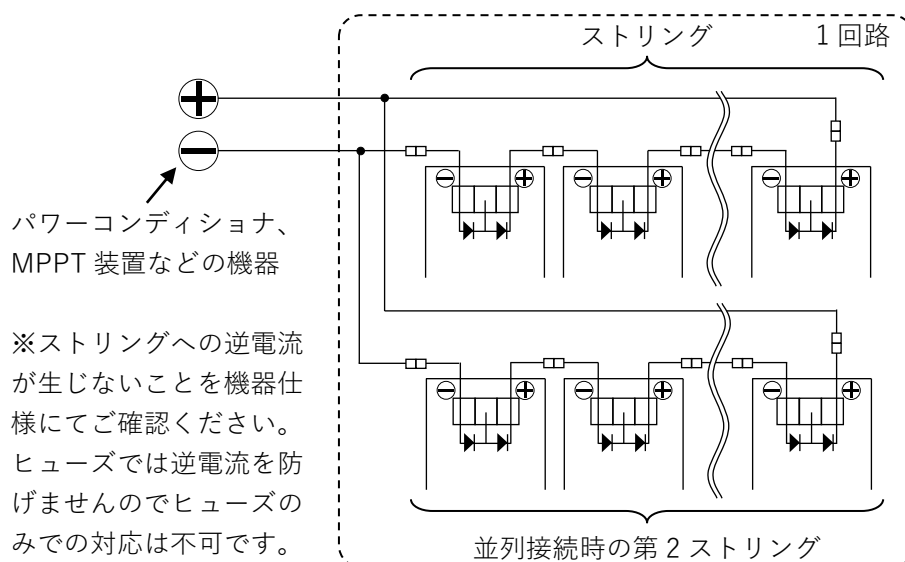

図 11. 2 本のストリングを並列接続する場合
### ① 2 本のストリングを並列接続する場合（図 11）；